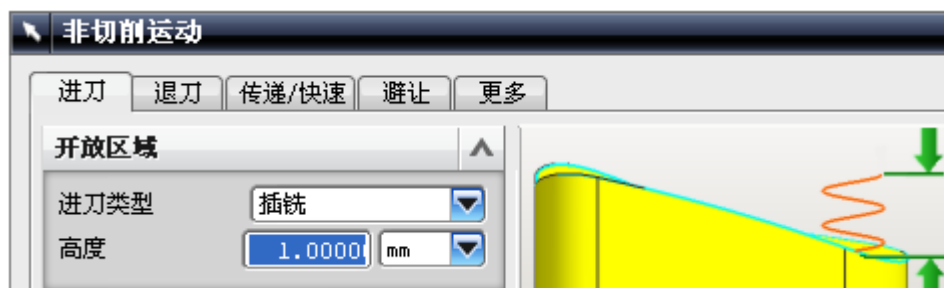

图 9-147
- 单击 , 设置如图 9-147 所示的参数, 单击 OK。